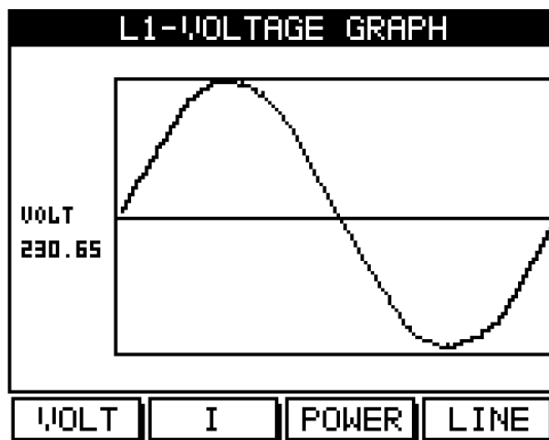

Рис. 5.12
4. Нажмите «Enter». На дисплее появится экран вывода графиков (рис. 5.12):
1. Нажмите **Volt** («F1»). На дисплей будет выведен график формы сетевого напряжения (рис. 5.12).